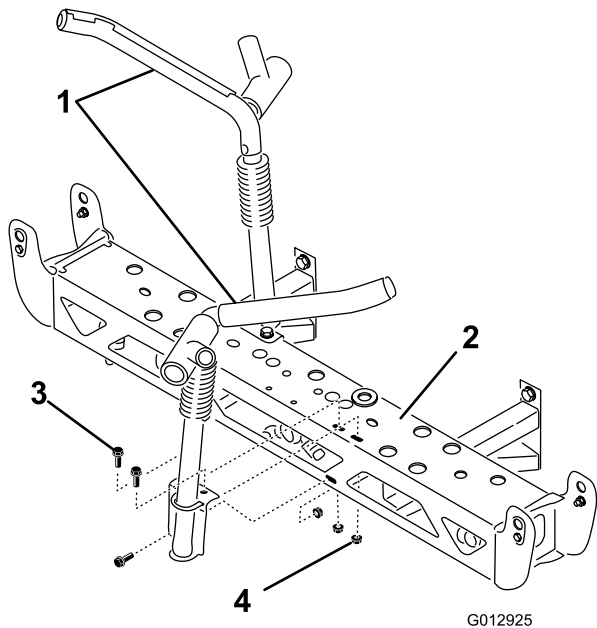

図 28
- 中央ブームに、移動走行用ブームクレードルを取り付ける；ボルト6本 (3/8 x 1-1/4 インチ) およびロックナット6個 (3/8インチ) を使用する。取り付け方向は図 28を参照。